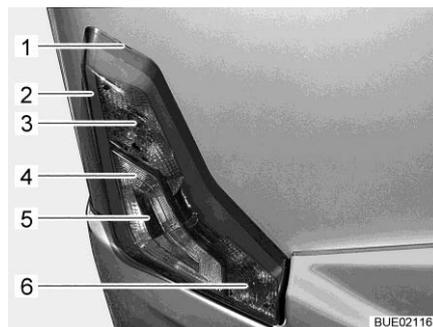

Fig. 290 Eclairage arrière
- Introduire un outil plat dans l'encoche (Fig. 290,1) et soulever le boîtier avec précaution.